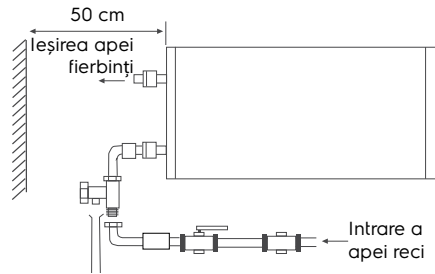

Fig. 8
6. Instalarea încălzitoarelor de apă din seria Fmx, Fmx DL este mult facilitată de posibilitatea de a le instala atât pe verticală cât și pe orizontală oriunde în casa Dumneavoastră, într-o cameră încălzită. Este de dorit să instalați încălzitorul de apă cât mai aproape de locul în care se folosește apa caldă, deoarece cu cât conductele sunt mai scurte, cu atât pierderile de căldură sunt mai mici. La instalarea orizontală a încălzitorului de apă, conductele de alimentare trebuie să fie amplasate în stânga. Când instalați încălzitorul de apă lângă un perete, lăsați spațiu liber recomandat pentru întreținere. Nu instalați încălzitorul de apă pe o suprafață orizontală și aproape de podea. (vezi fig. 8)